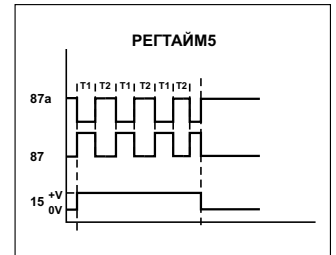

Рис. 2
- 2.2 Реле начинает работать после подачи напряжения питания на вывод «15», и в процессе работы должно быть постоянно запитано (рис.2). Поэтому, для включения/выключения реле, следует использовать кнопку с фиксацией (или тумблер).